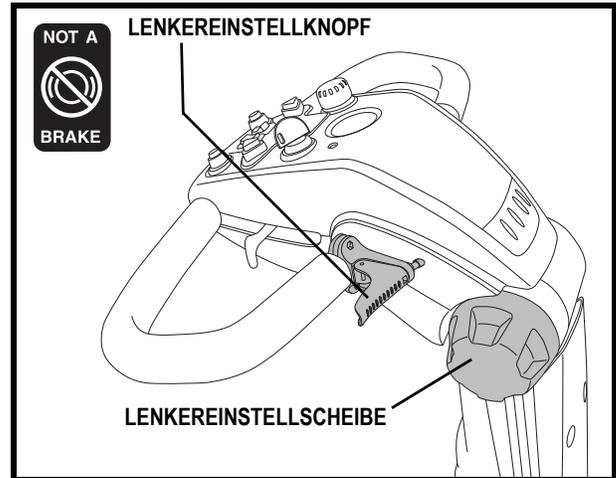

Abb. 14. Lenkersicherungshebel
1. Während Sie den Lenker festhalten, drehen Sie den Lenkersicherungshebel im Uhrzeigersinn, um den Lenker zu lösen. **Siehe Abb. 14.**